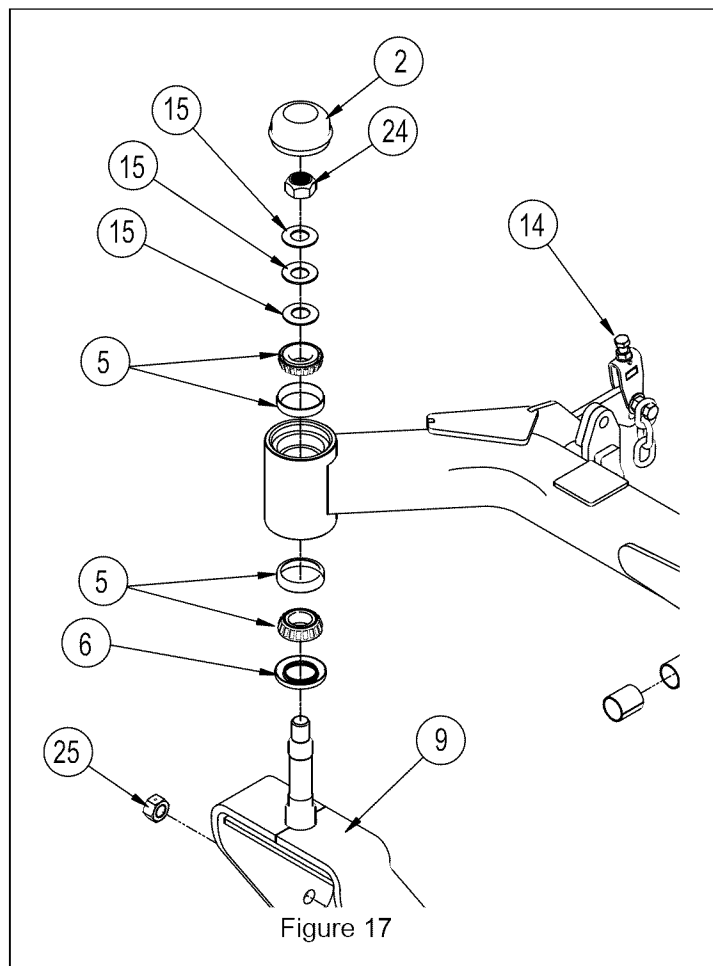

Figure 17
3. Déposer le chapeau (2), le contre-écrou 3/4" (24), les trois rondelles Belleville 3/4" (15) et l'ensemble soudé de la roue avant (9), voir figure 17.
4. Déposer le joint inférieur (6) et le palier inférieur (5).
5. Déposer le palier supérieur (5).
6. Régler la hauteur des extrémités de lame sur 1 et 2 et régler les écrous de réglage avant (voir figure 17, n°14) et les boulons en U arrière pour que le carter soit mis à niveau de gauche à droite.